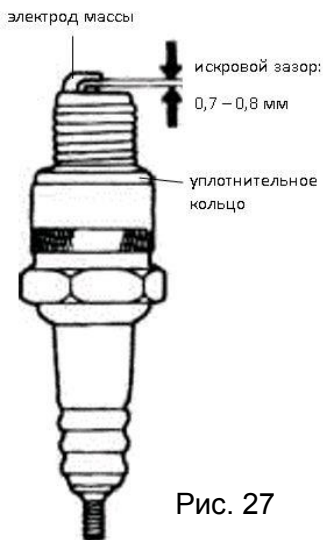

Рис. 27
4. Измерьте расстояние между электродами с помощью круглого щупа. (см. рис. 27)